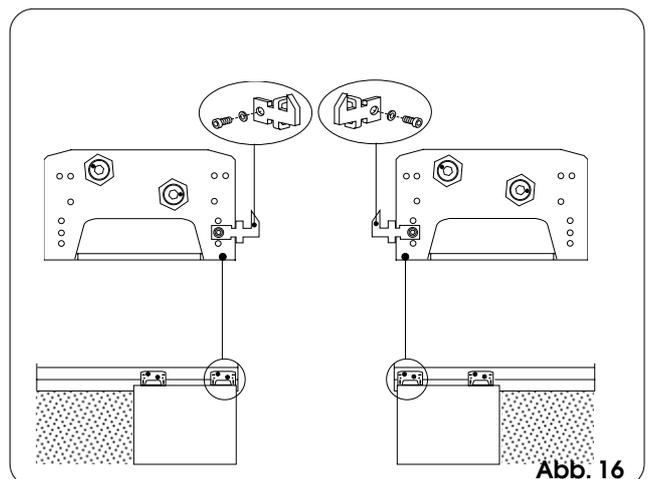

Abb. 16
- Bei Toren mit einfachem Flügel: Wird eine Verriegelung angebracht, so ist der Haken auf dem Schlitten der Seite Schließung, wie in Abb. 16 gezeigt, in der mittleren Bohrung der drei vorgesehenen Öffnungen zu befestigen.